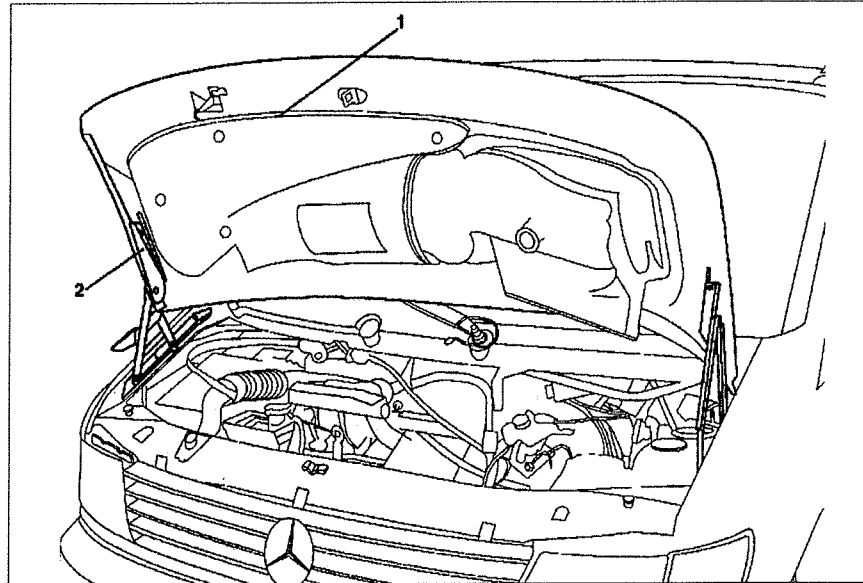

Рис. 11.4. Капот:
1. Откройте капот 1 (см.рис.11.4).